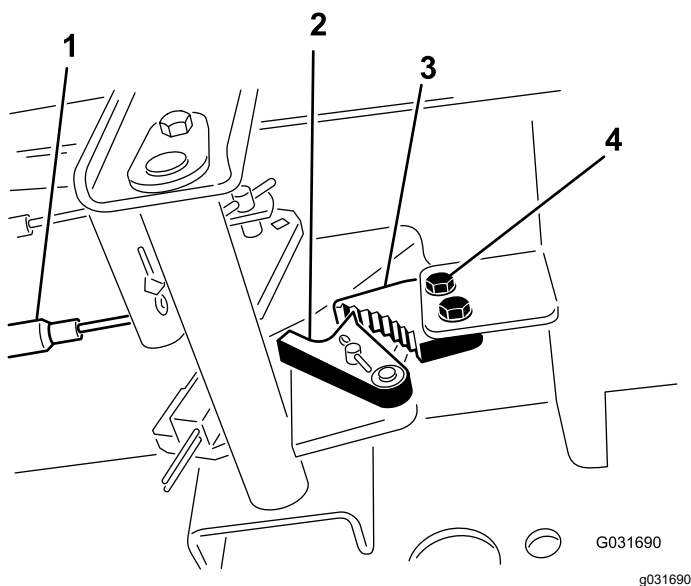

Рисунок 90
1. Ослабьте два винта крепления защелки стояночного тормоза к раме (Рисунок 90).
2. Нажимайте педаль тормоза вперед, пока углубление тормоза не войдет полностью в зацепление с защелкой тормоза (Рисунок 90).